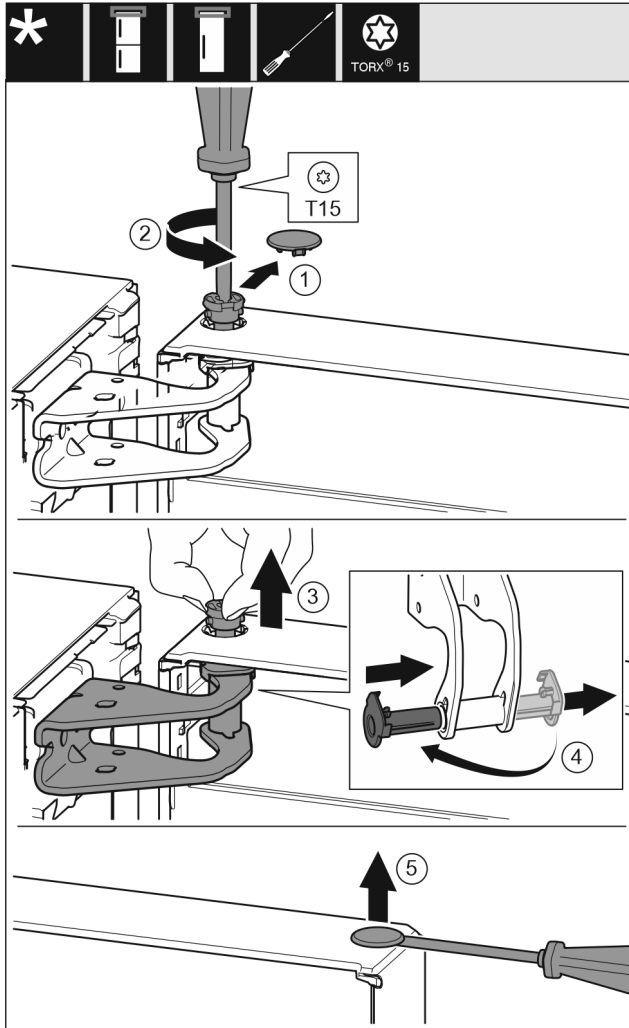

Fig. 7
- Enlever délicatement le cache de sécurité. *Fig. 7 (1)*
- Dévisser légèrement le boulon avec un tournevis T15. *Fig. 7 (2)*
- Tenir fermement la porte et sortir le boulon avec les doigts. *Fig. 7 (3)*
- Tirer la douille de palier en dehors du guide. La mettre de l'autre côté et l'enclencher. *Fig. 7 (4)*
- Soulever délicatement le bouchon en dehors de la douille de palier de porte avec un tournevis plat et le sortir. *Fig. 7 (5)*